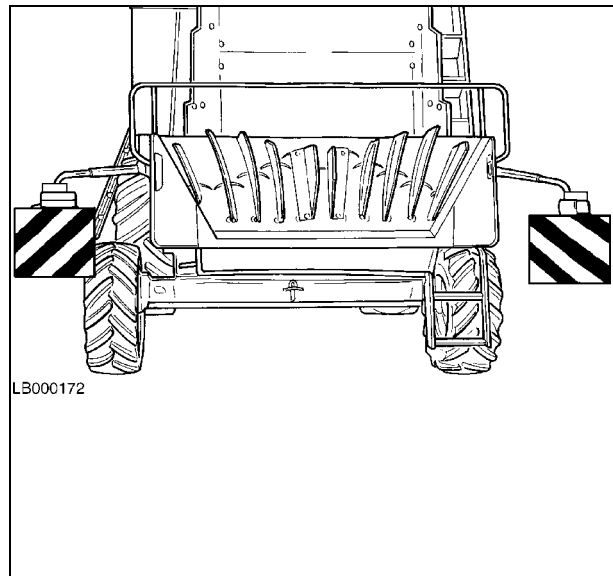

Рис. 22
- Сзади, на кронштейнах для фар (Рис. 22).